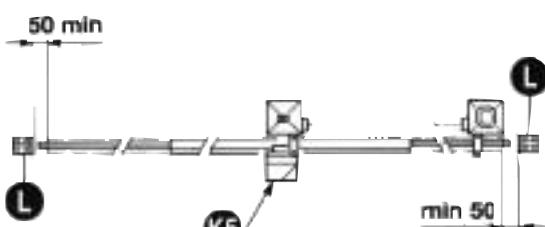

Abb. 2
- Ausser der elektrischen und mechanischen Endschalter, die mit der Steuerung verbunden werden ist es ratsam einen festen Endanschlagpunkt am Boden zu befestigen. Der im gegeben Fall einer Fehlfunktion der elektronik den Antrieb mit seinen kinetischen und statischen Grössen zum halten bringt (12) (Bild 2).
Es ist notwendig, am Ende der Führung zwei mechanische Stopvorrichtungen zu befestigen (12) (Abb. 2).